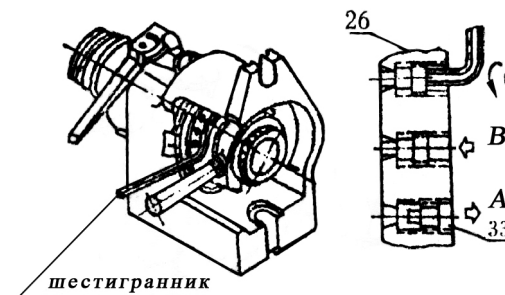

Рис. 2
2. Установка частей деления (См. Рис. 2)